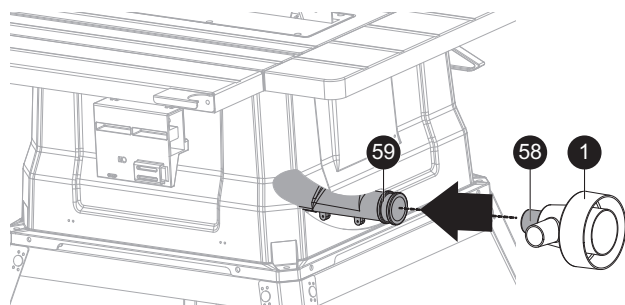

Fig. 9a
- > Conecte el orificio A [58] del adaptador de aspiración de polvo [1] al puerto de extracción de polvo [59] en la parte posterior de la sierra de mesa como se muestra en la Fig. 9a.